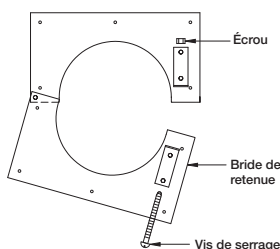

Figure 5 — Bride de retenue
a. Utiliser la visserie fournie pour assembler les deux (2) demi-bridés de retenue l'une à l'autre sur le côté opposé de la vis de serrage. Voir la Figure 5.